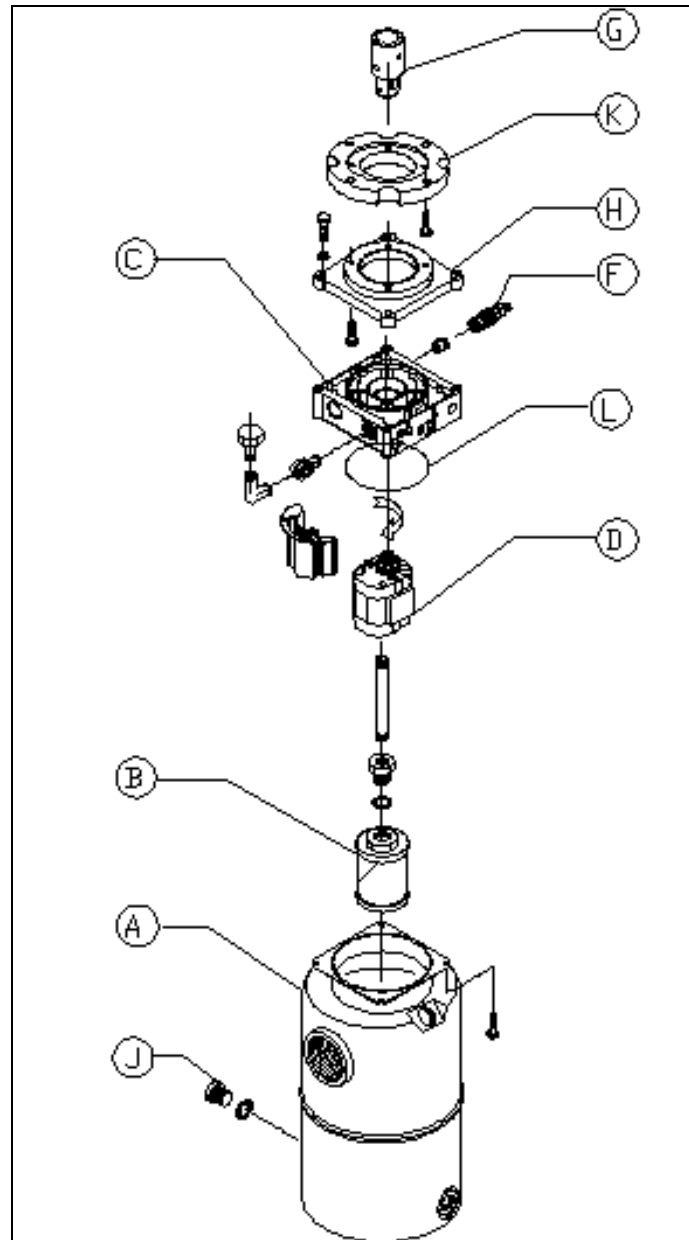

ABBILDUNG 4.9.1
während in Abbildung 4.9.1 die Schmierungssteuerung in einer
*Die Schmierungssteuerung besteht aus Sub-Bauteilen, die in Abbildung 4.9.1
Der externe Filter im Zulauf ist ein Einweg-Filtereinsatz ("spin-on"); die Filtrierung in der Ansaugung wird von einem Gitter im Öltank durchgeführt (Abbildung 4.9.1, Pos. B).
Um den Metallfilter in der Ansaugung zu reinigen, wie folgt vorgehen (Abbildung 4.9.1, Pos. B):